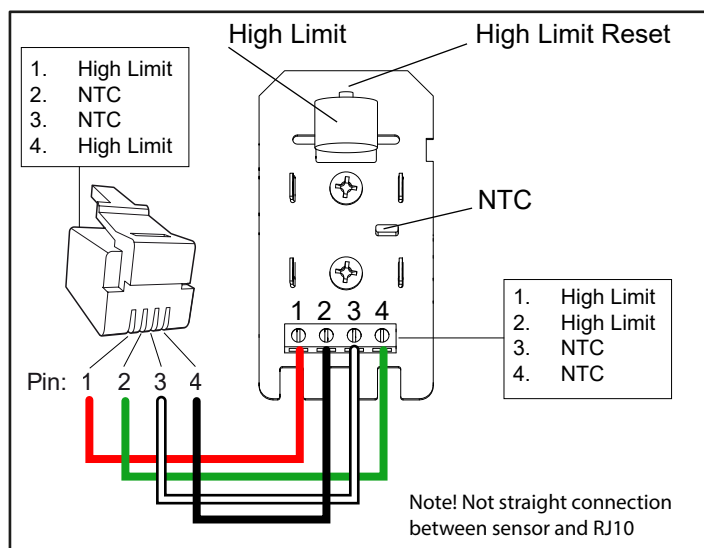

Rysunek 13: Wsuń szufladę i zamocuj ją.
9. Wsuń szufladę i zamocuj ją za pomocą 2 wkrętów (patrz Rysunek 13).